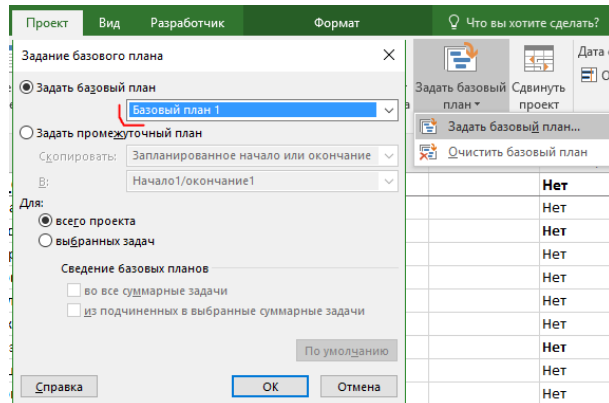

Рисунок 4.58 – Сохранение базового или промежуточного плана
2. Сохранить базовый план (см.ниже рисунок 4.58).